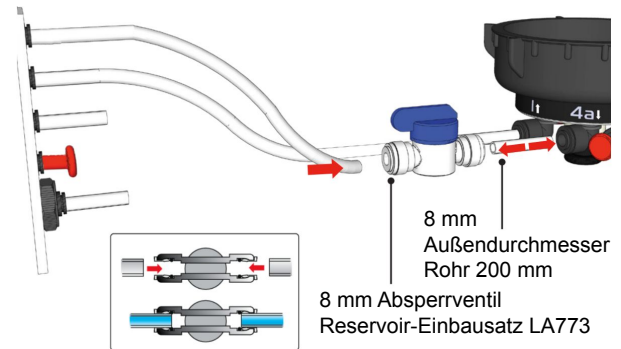

Abb. 2
4. VERBINDEN Sie das Absperrventil mit dem mitgelieferten Schlauch mit dem Behältereinlassanschluss (Anschluss 4a ↓) (Abb. 2).